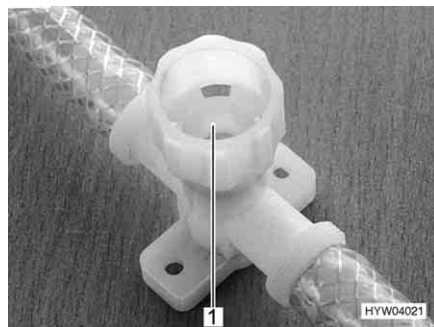

Fig. 143 Llave de desagüe para calentador Therme
- Cerrar todas las llaves de desagüe. Para ello, girar los capuchones (Fig. 143,1) en sentido de las agujas del reloj.
- Abrir todas las llaves de desagüe del calentador Therme. Para ello, girar los capuchones (Fig. 143,1) en sentido contrario a las agujas del reloj.